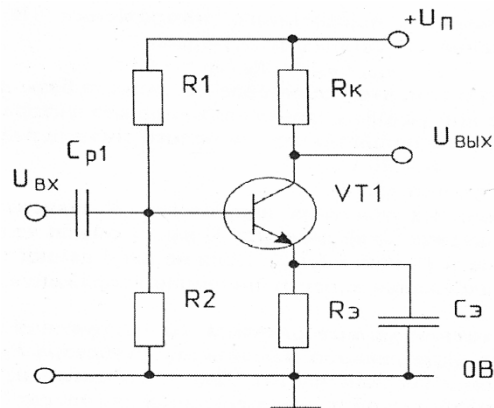

Рис. 1. Схема усилительного каскада с ОЭ с заземленным по переменному току эмиттером
Рабочая точка в схеме рис. 1 задается фиксированным напряжением базы U_b относительно общей точки с помощью базового делителя R_1, R_2 . Ток делителя напряжения устанавливают на порядок выше тока базы ($I_d \geq 10 I_b$), поэтому изменения тока базы слабо влияют на потенциал базы. Напряжение базы определяется по формуле
В схеме на рис. 1 конденсатор большой емкости $C_э$ шунтирует эмиттерный резистор. Импеданс этого конденсатора $x_{C_э}$, должен быть гораздо меньше сопротивления резистора $R_э$. Таким образом, можно считать, что для переменного тока эмиттер транзистора соединен с общей точкой схемы.
Коэффициент усиления переменного напряжения. коэффициент усиления переменного напряжения для схемы рис. 1 равен
Рис. 2. Форма входного и выходного сигналов в схеме с шунтирующим конденсатором (рис. 1) при большой амплитуде колебаний. Входной сигнал показан в увеличенном масштабе для удобства сравнения.
Входное сопротивление. Входное сопротивление данной схемы (рис. 1) для переменного сигнала определяется параллельным соединением резистора делителя R_2 и входного сопротивления транзистора со стороны базы r_B . Обычно $r_B < R_2$. В данной схеме
Минимальное значение входного сопротивления схемы рис. 1 для переменного сигнала равно
1.1 Зарисуйте схемы усилителя с *OOC* по переменному току (см. рис. 5) и усилителя с шунтирующим конденсатором в цепи эмиттера (см. рис. 1).